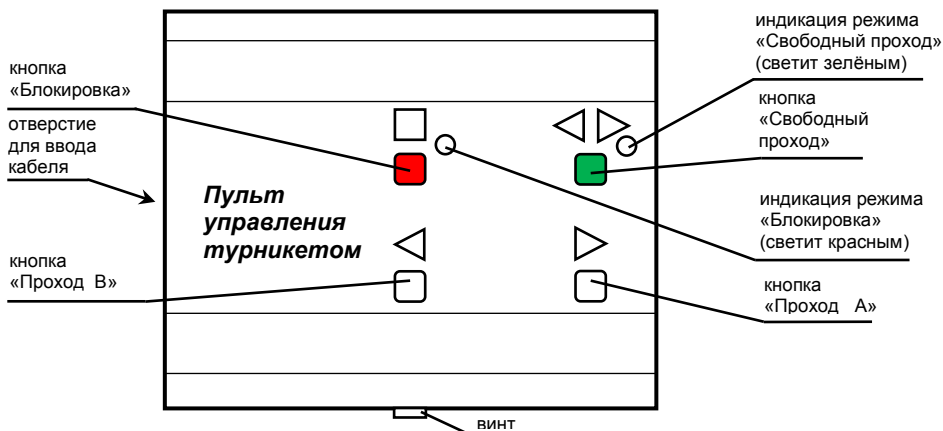
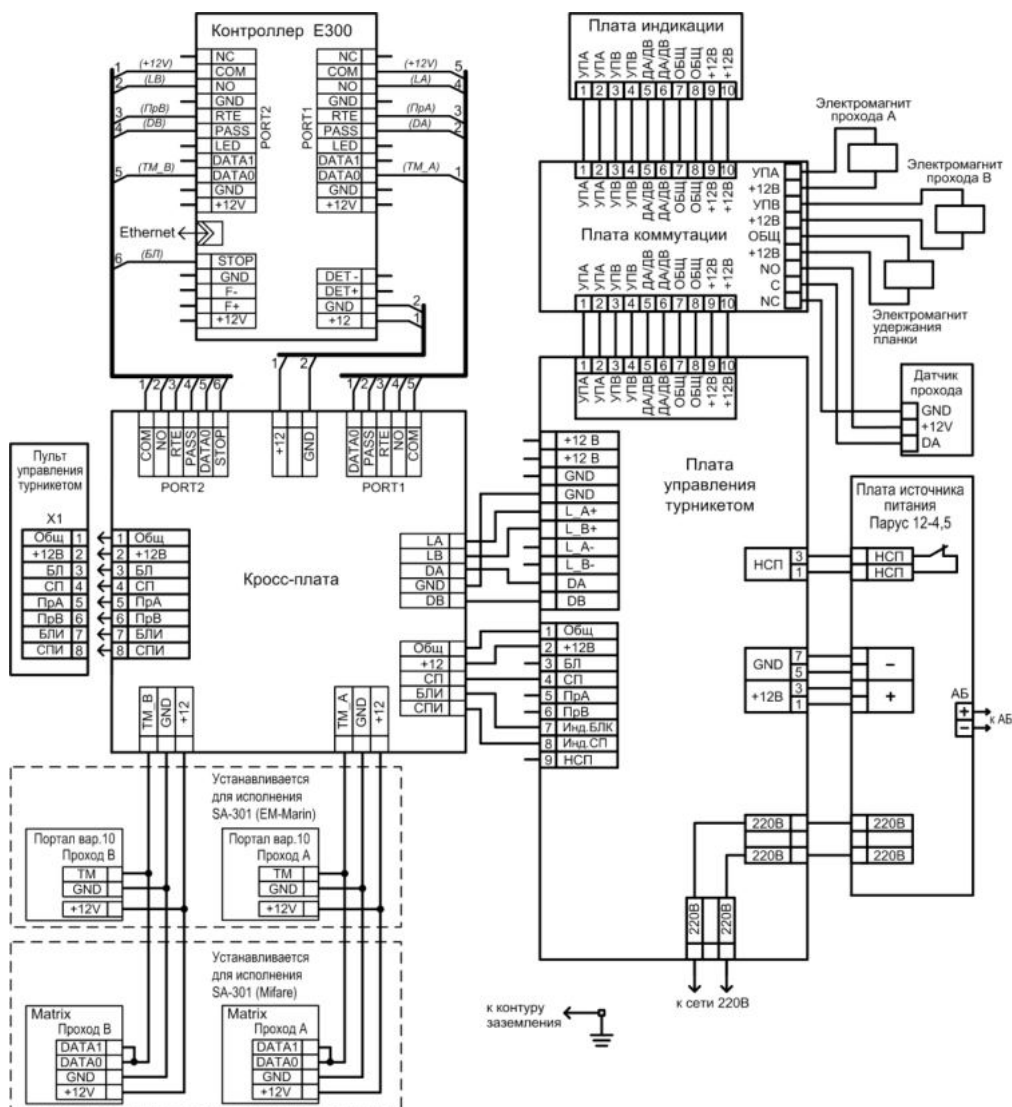

Рис.2 Внешний вид пульта управления
Рис.7 Схема электрическая соединений
Пульт управления турникетом (рис.2) предназначен для ручного дистанционного управления турникетом.
Пульт имеет четыре кнопки (рис.2) для включения (отключения) различных режимов турникета. Ниже описана работа пульта управления при установке переключателей 1 и 2 на плате управления турникетом в положения ON и OFF соответственно (см. п.6).
Нажатое положение кнопок «◀▶» и «■» индицируется соответствующими светодиодами на пульте управления (рис.2).
- подключите кабель пульта управления к клеммнику кросс-платы турникета и к клеммнику пульта (выкрутите винт – рис.2, снимите крышку, на крышке пульта расположена плата с клеммником, проденьте кабель в отверстие, подключите кабель согласно схеме подключения – рис.7, зафиксируйте кабель хомутом, соберите пульт);
- в режиме «Ожидания» нажмите на кнопку «►» «Проход А» (рис.2). На индикаторе состояния турникета засветится зелёная стрелка – разрешен однократный проход, проверните планки по направлению стрелки. После проворота засветится красный крестик – турникет снова в режиме «Ожидания»;